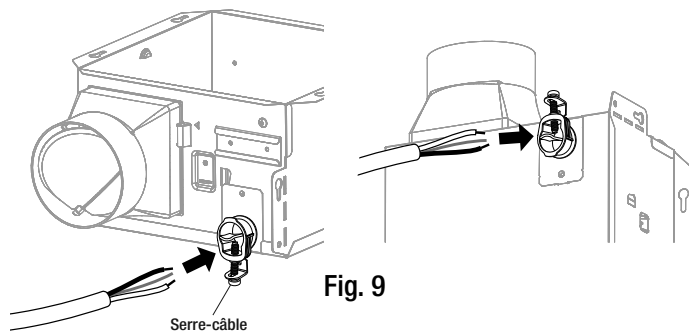

Fig. 9
- Installer un serre-câble (non fourni) dans le trou de câblage du boîtier de ventilateur à l'un des deux emplacements prévus à cet effet, comme illustré à la figure 9.
- Passer le câble d'alimentation électrique à travers le serre-câble. Voir la figure 9.